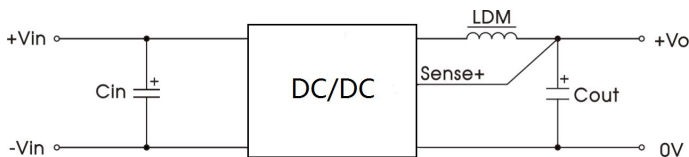

图 2
注: ①纹波噪声测试时具体操作方法参见图 2 及《非隔离模块电源应用指南》;
②过温保护形式为产品输出关断。
(1) 产品测试及应用时，请按照（图 2）推荐的测试电路进行；务必输入端外接一个电解电容 C_{in} ，用于抑制输入端可能产生的浪涌电压，输出端外接一个电感和电解电容 C_{out} ，用于输出滤波。
(2) 如果产品输入端并联瞬变能量较大的电路（如并联电机驱动电路），或会导致产品输入电压被拉低，此时关注产品输入电压的波动，建议适当增大输入端电解电容 C_{in} 的容值，以保障输入端电压稳定，避免输入电压低于欠压保护点导致产品重复启动的情况。
(3) 如需进一步减少输入输出纹波，可适当加大外接电容 C_{in} 、 C_{out} 容值或选用串联等效阻抗值小的外接电容。